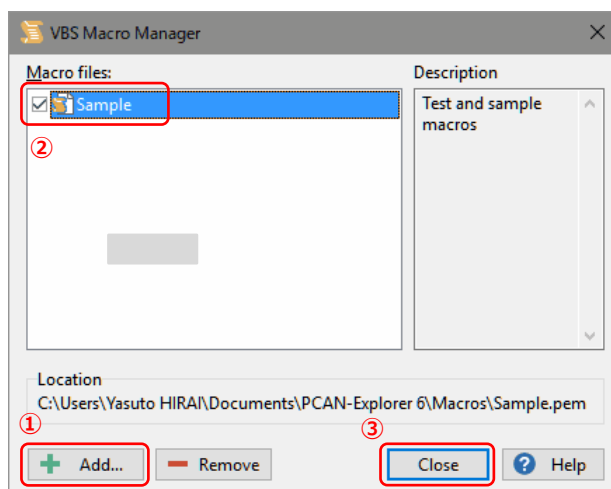

図 C1-2
VBS Macro Manager ウィンドウが表示されます（図 C1-2 参照）。
Add...ボタンを押し（図 C1-2 ① 参照）、開いた画面で Macros フォルダから Sample.pem を選択します。
Macro files: 欄に Sample が表示されたら、チェックします（図 C1-2 ② 参照）。
Close ボタンで閉じます（図 C1-2 ③ 参照）。